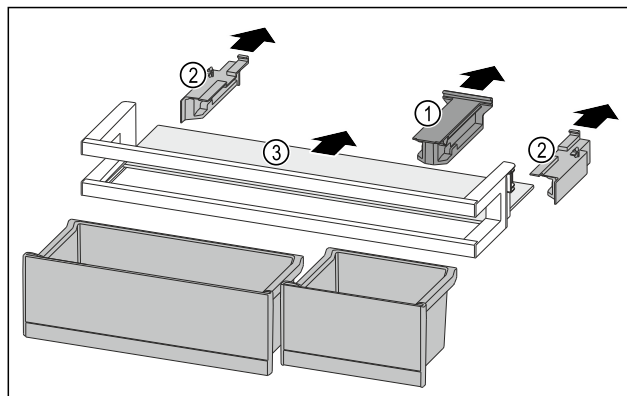

Fig. 184
- Skinite pridržni dio Fig. 184 (1).
- Skinite bočne dijelove Fig. 184 (2).
- Izvadite policu Fig. 184 (3).